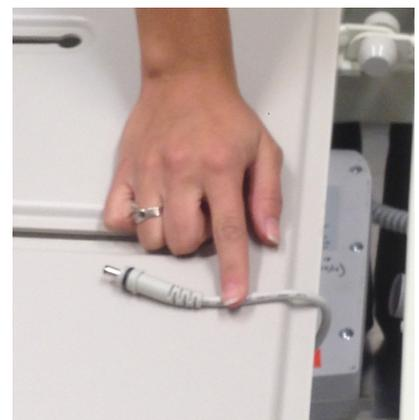

Рисунок 5 – Отсоединение кабеля батареи от блока управления
5. С помощью клейкой ленты прикрепите кабель батареи к раме кушетки (Рисунок 5).